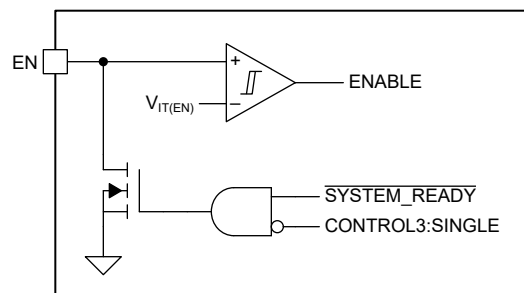

图 7-6. 使能功能方框图
使能 (EN) 引脚是双向引脚，具有两项功能。请参阅图 7-6 :